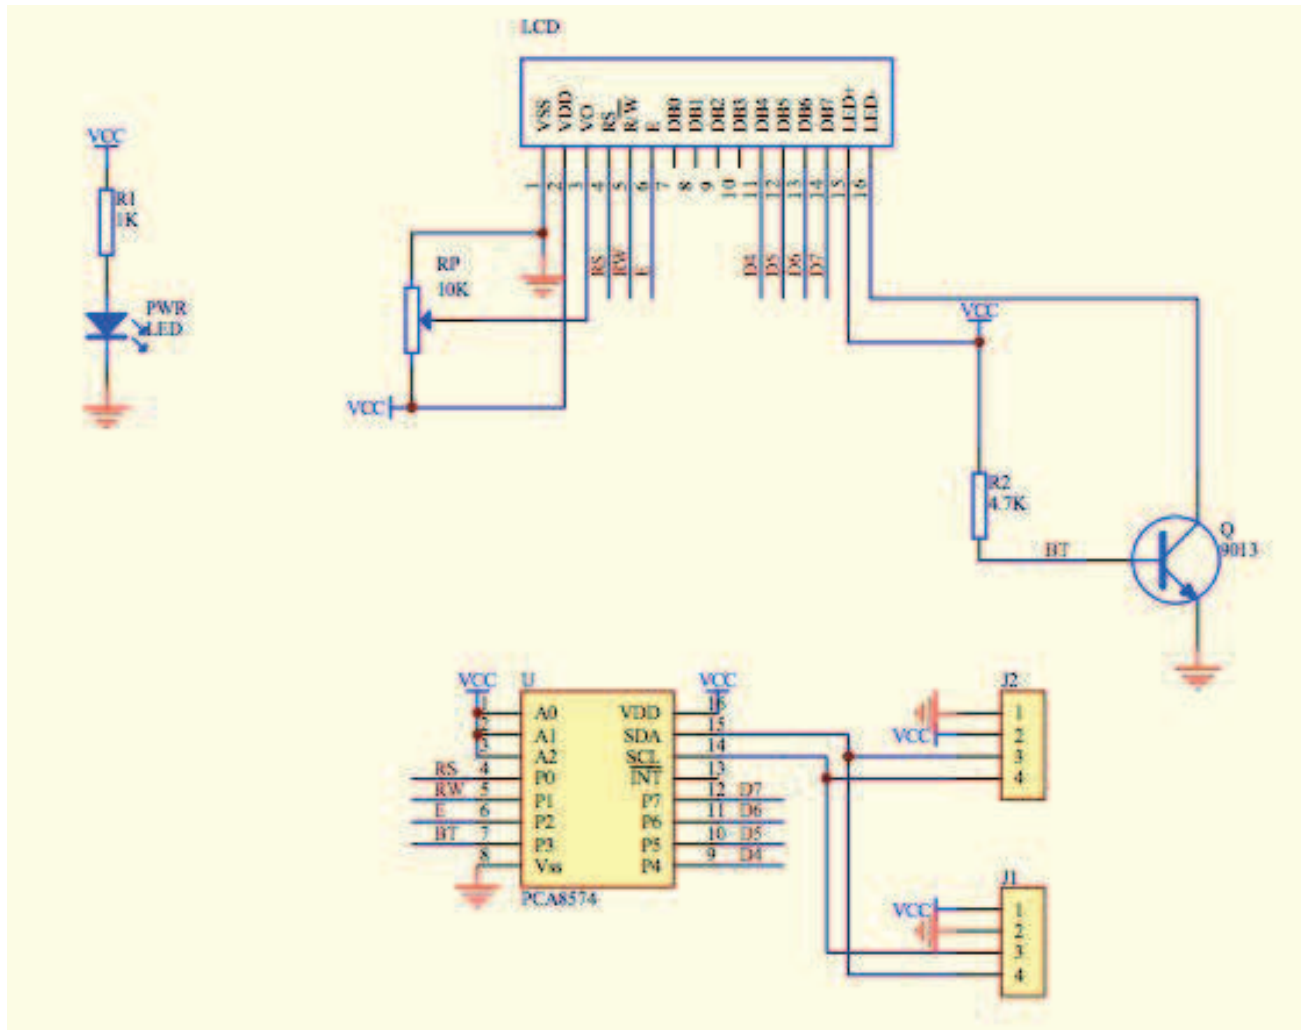

Figura 1: Expansor PCF8574 de YwRobot
La figura 1 muestra el esquema de conexión del módulo fabricado por YwRobot, que es el que se utiliza en las prácticas. En ella se puede observar que los pines P4..P7 están conectados a los terminales D4..D7 del módulo LCD, P0, P1 y P2 a los terminales RS, R/ $\bar{W}$  y E y que P31 (BT) controla el backlight (led's de iluminación posterior) del módulo.